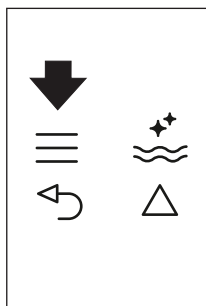

Рис. 22
- ▶ Нажмите значок ☞ (B2), чтобы войти в меню (рис. 22), затем нажимайте значки △ (B7) и (B8) (рис. 9) пока на дисплее не появится сообщение PROGRAM HOT WATER (ПРОГРАММИРОВАНИЕ, ГОРЯЧАЯ ВОДА).
- ▶ Нажмите значок  (B2), чтобы войти в меню (рис. 22), или нажимайте значки   (B7) и (B8) (рис. 9) пока на дисплее не появится сообщение PROGRAM CAPPUCCINO (ПРОГРАММИРОВАНИЕ, КАПУЧИНО).